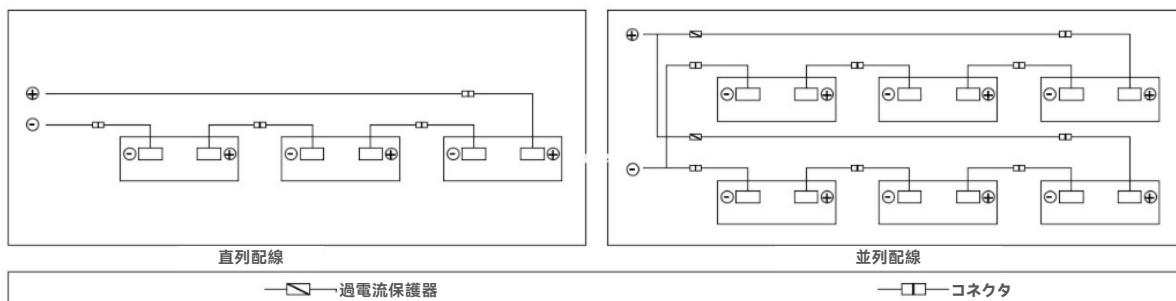

図 6-1 直列接続、並列接続の電気回路図
- Galaxy-F 製品の電気性能パラメータ(例えば Pmax、Voc、Isc) の公称値には、標準試験条件における数値と公差があります。標準試験条件は、照度 1,000W/m2、Galaxy-F 製品温度 25°C、エアマス AM1.5 です。Galaxy-F 製品が直列に接続されている場合、ストリングの電圧は個々の Galaxy-F 製品の合計となります。図 6-1 のように、Galaxy-F 製品が並列に接続されている場合、ストリングの電流は個々の Galaxy-F 製品の合計になります。電気性能の異なる Galaxy-F 製品を接続してはなりません。Galaxy-F 製品の最大直列数量は、関連規定に基づいて計算する必要があります。設置場所での最低温度における推定最大開放電圧が Galaxy-F 製品の最大システム電圧および他の直流電気設備の許容電圧を超えないようにしてください(弊社 Galaxy-F 製品の最大システム電圧は DC1,000V ないしは 1,500V ですが、実際のシステム電圧は使用する Galaxy-F 製品とインバータの仕様に従って設計されます)。推定開放電圧最大値は下式に従って計算されます。
- Galaxy-F 製品の最大ヒューズ容量を超えた逆電流の発生が想定される場合は、必ず同規格の過電流保護装置により Galaxy-F 製品を保護しなければなりません。図 6-1 のように、並列数量が 2 つ相当以上である場合、各ストリングには必ず過電流保護装置を取り付けてください。